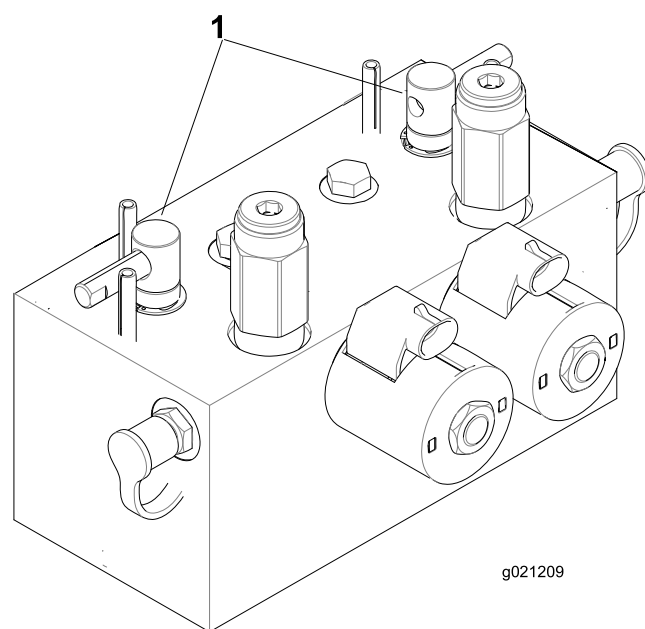

Figura 77
2. Desbloqueie e levante o banco para expor as alavancas de retificação (Figura 77).
5. Selecione as alavancas de retificação dianteiras, traseiras ou ambas para determinar quais as unidades a retificar (Figura 77).